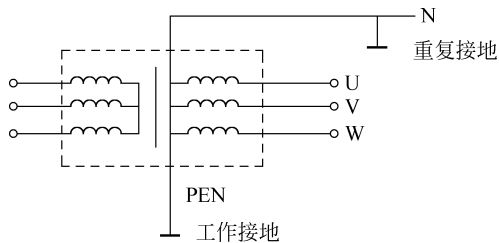

图 1-5 工作接地
(1) 工作接地。将电源变压器和三相四线电路中的中性点通过接地装置与大地可靠地连接起来称工作接地,如图 1-5 所示。实行工作接地后,当单相对地发生短路故障时,短路电流使熔断器断开或自动断路器跳闸断电,起到安全保护的作用。